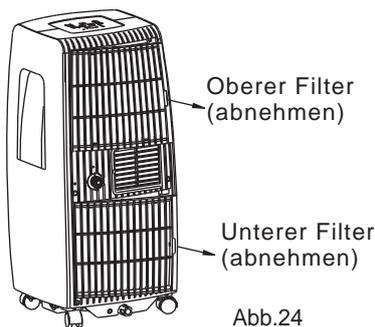

Abb.24
Dieses Klimagerät verfügt über zwei Filter. Nehmen Sie den oberen und unteren Filter in Pfeilrichtung ab (Abb. 24).
- Entfernen Sie den Stöpsel am Bodenwannen-Kondensatablauf, um das Wasser abzulassen (Abb. 24).